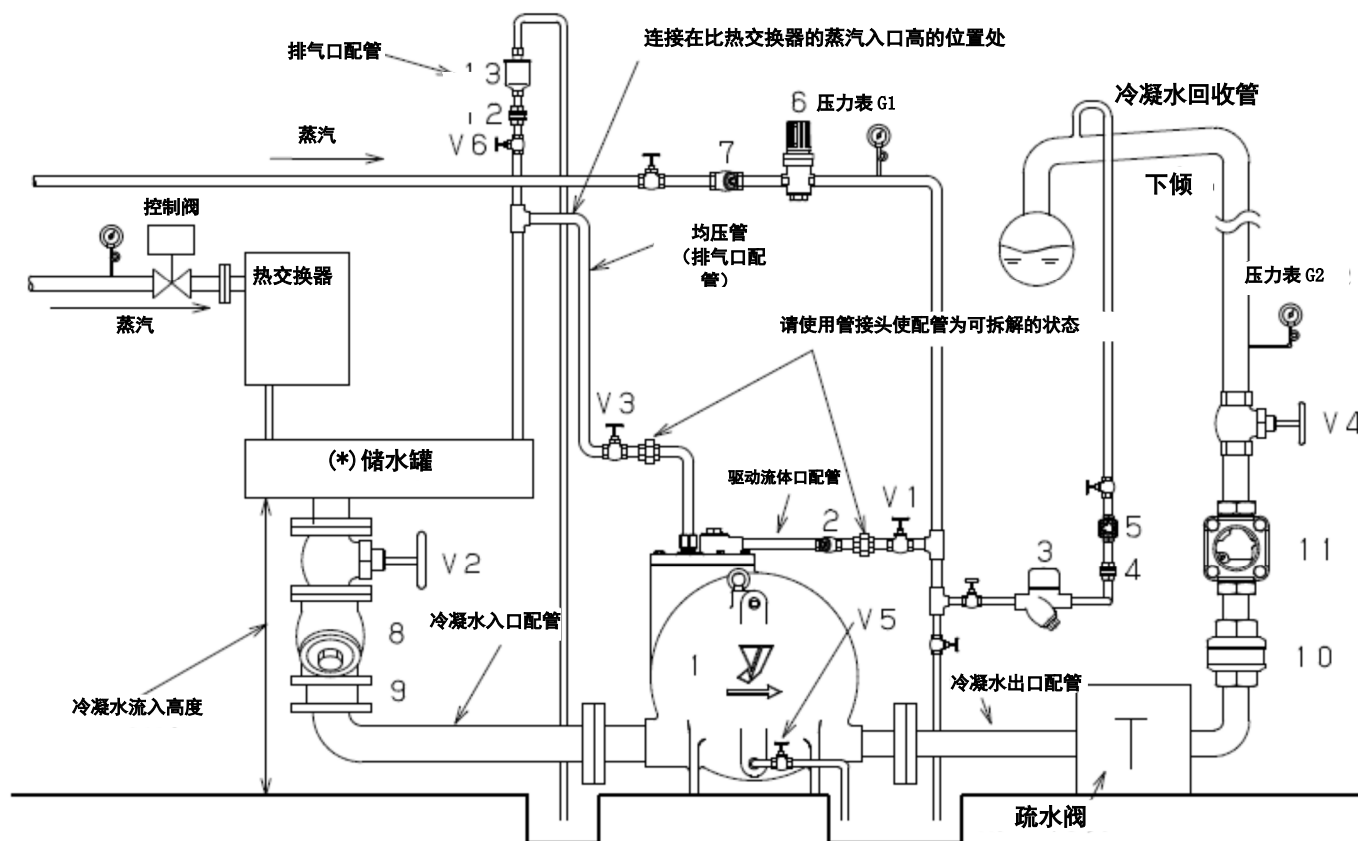

图 6
- (14) 封闭系统时的注意事项
- 请务必将均压管配置在高于热交换器的蒸汽入口的位置处。（参照图 6）
- 请务必在均压管上安装排气阀和止回阀。（参照图 6）
各截止阀符号和编号请参照图 6。另外，若发生水锤，请立即中止操作，并关闭正在操作的截止阀。